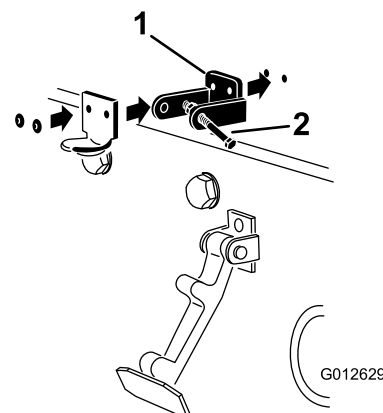

Figure 4
3. Alignez les trous de montage et positionnez le support de verrouillage CE et le support de loquet du capot sur le capot (Figure 4).
5. Rivez les supports et les rondelles sur le capot (Figure 4).